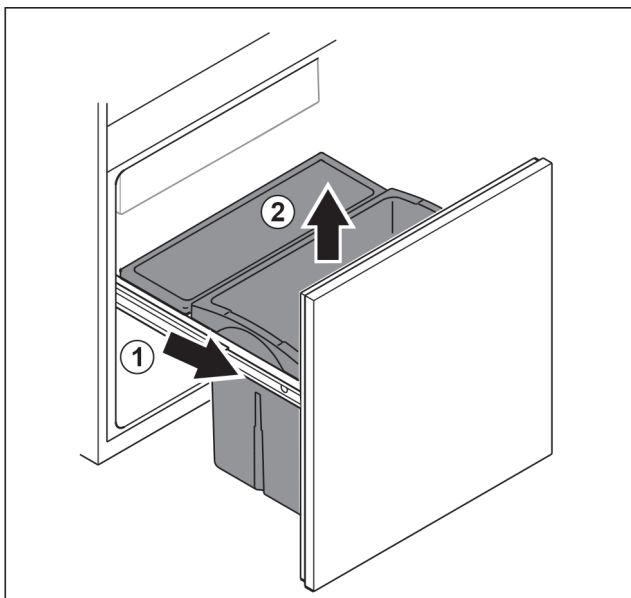

Fig. 160
- Tirer le chariot coulissant jusqu'en butée. Fig. 160 (1)
- Retirer le tiroir par le haut. Fig. 160 (2)